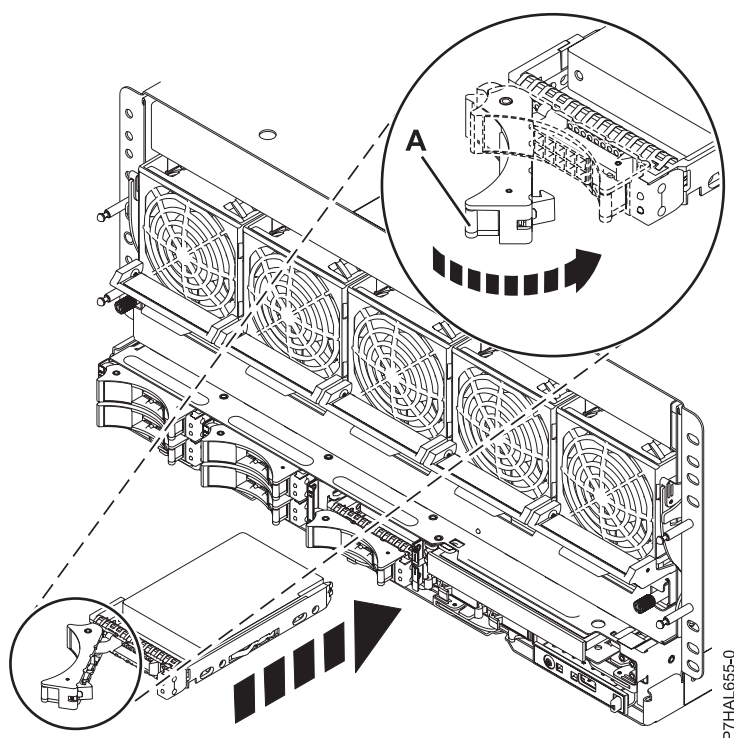

Figura 6. Instal·lació de la unitat al sistema
7. Quan el LED d'identificació parpelleja, moveu la unitat fins al fons del sistema o de la unitat d'expansió i empenyeu la nansa de la unitat (A) fins que quedi encaixada. Consulteu Figura 6 que mostra la instal·lació d'una unitat al sistema.